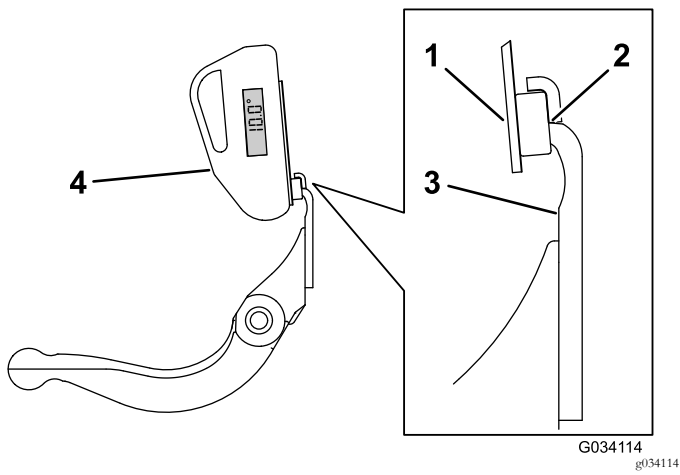

图28
- 3. 将角度指示器底座放在底刀边缘上以使磁体边缘与底刀边缘紧密配合 图28。
4. 如 图28 所示将角度指示器放置到底座上。